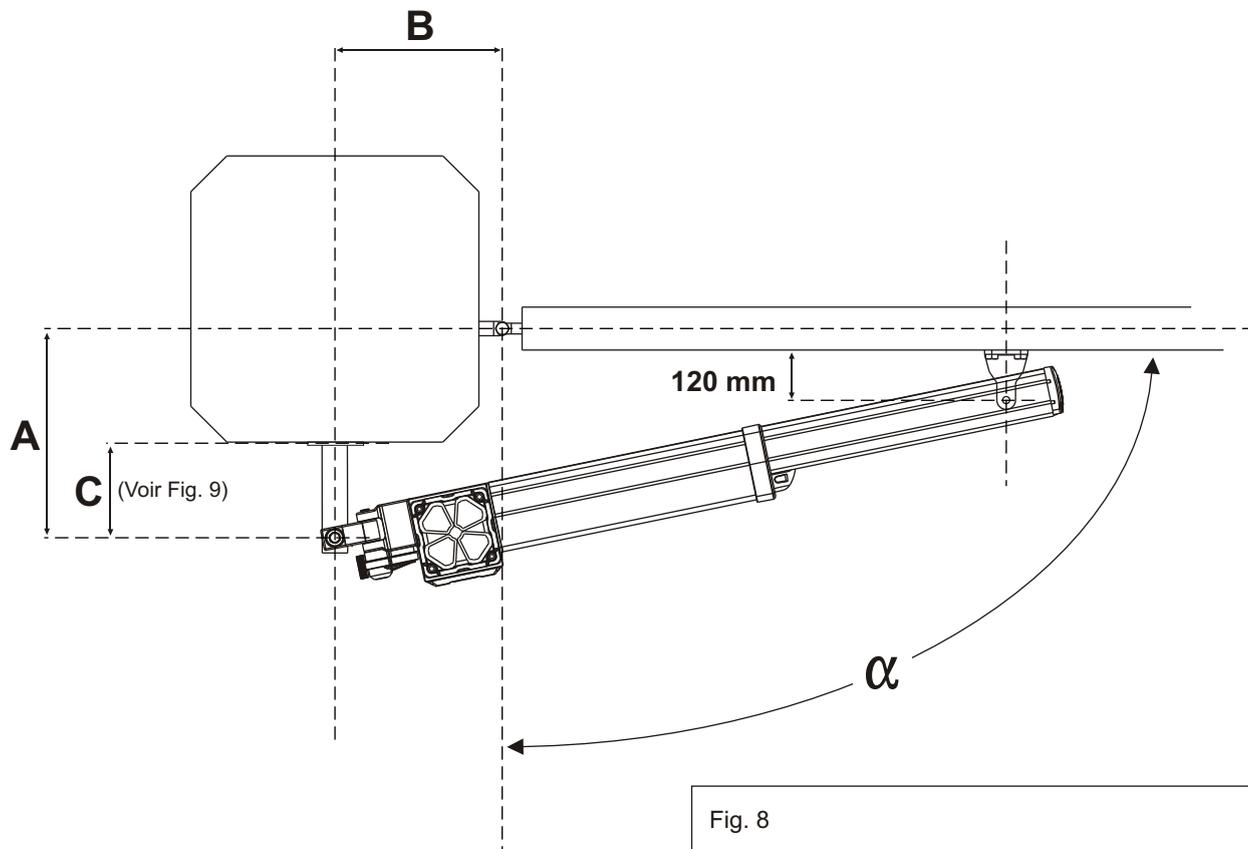

Fig. 7
2.2. Souder la bride postérieure au pilier (Fig. 6) en respectant la cote reportée dans Fig. 7 et 8. S'il est nécessaire couper la bride sans dépasse le limit minimum de 60mm (Fig.9).